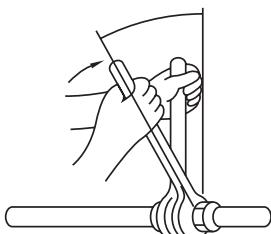

Fig. 5-8
- Kandke toru ühenduskohale õhuke kiht jahutusöli. (Fig. 5-8)